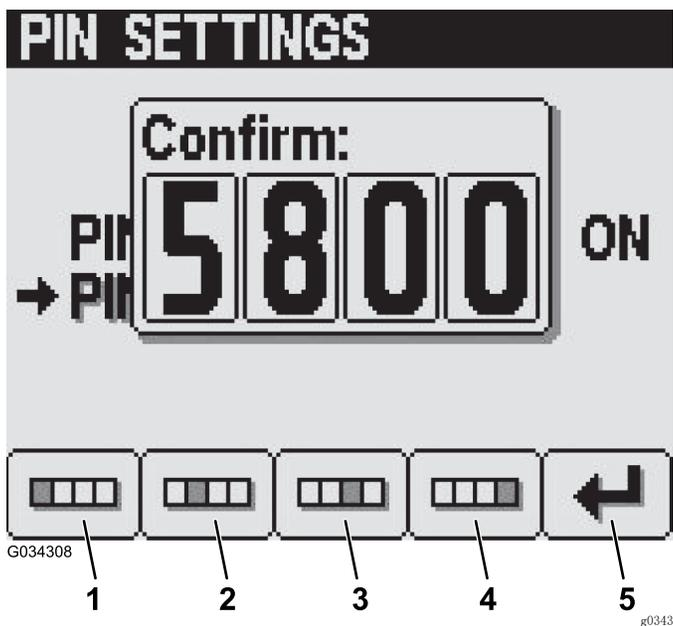

图37
6. 在 Confirm (确认) 屏幕, 使用 1 号到 4 号按钮输入您的新 PIN, 然后按 5 号按钮将该 PIN 输入 InfoCenter (信息中心) (图37)。